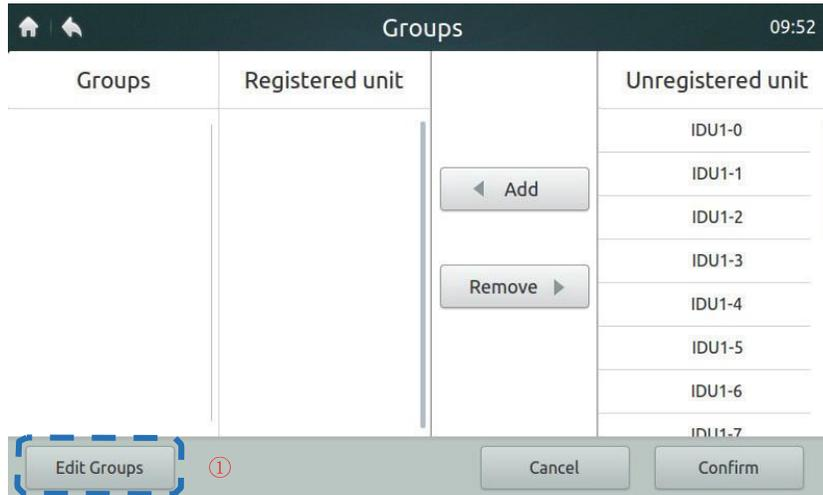

Figura 38. Página inicial 1 da página de exibição de grupo
1. Toque no botão “**GROUPS**” marcado com “**2**” na **Figura 35** para acessar a página exibição de grupo na **Figura 38**. Esta **Figura 38** mostra a interface em que não é possível criar grupos.
2. Crie primeiro um grupo. Toque no botão “**EDIT GROUPS**” marcado com “**1**” na **Figura 38** para acessar a interface mostrada na **Figura 39**.
3. Os grupos podem ser classificados em dois níveis (por exemplo, Nível 1 – Área; Nível 2 – Grupo). No Nível 1, até 10 grupos podem ser criados. No Nível 2, até 5 grupos podem ser criados. Toque no botão “**ADD**” mostrado **Figura 38** para adicionar o primeiro grupo de nível por padrão. Pressione para selecionar a área de primeiro nível. Toque no botão “**ADD**” para adicionar o segundo grupo de nível. Para excluir um grupo, selecione esse grupo e pressione “**DELETE**”.